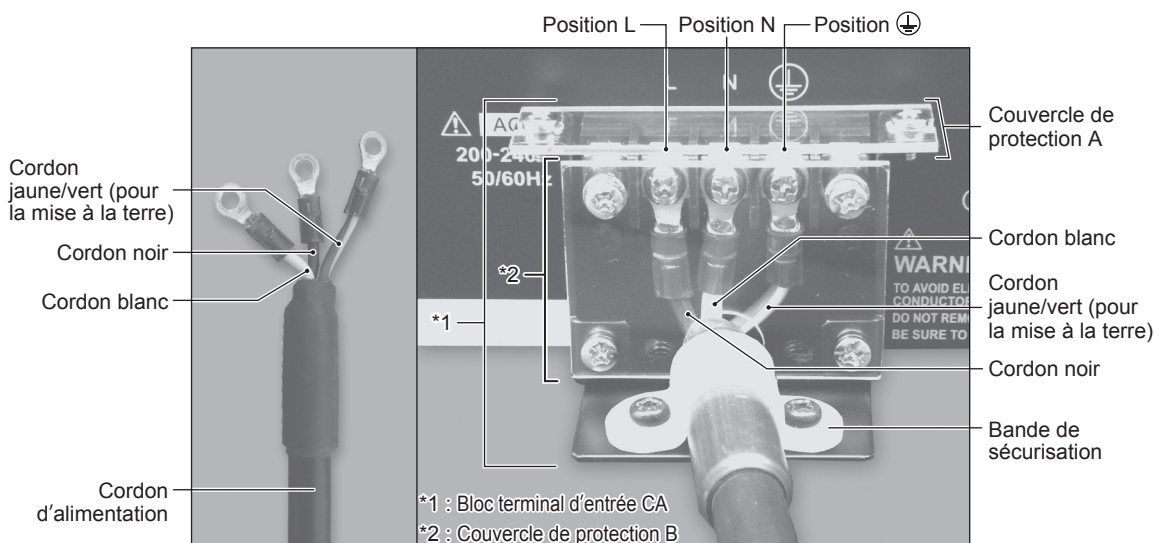

Fig. 15
- (1) Desserrez les vis de montage situées sur les couvercles de protection A et B, et sur la bande de sécurisation. Retirez les couvercles de protection A et B, et la bande de sécurisation de l'arrière du BOÎTIER DE CONTRÔLE.
- (2) Les barrettes de connexion rondes du cordon sont fixées sur un côté du cordon d'alimentation. Retirez la vis du terminal du bloc terminal d'entrée CA. Assurez-vous de connecter correctement les barrettes de connexion rondes au bloc terminal d'entrée CA. (Tableau 2, Fig. 15)
- (3) Après avoir connecté la vis du terminal au bloc terminal d'entrée CA, assurez-vous de serrer correctement les vis du terminal.
- (4) Rattachez les couvercles de protection A et B au bloc terminal d'entrée CA en utilisant les vis de montage originales.
- (5) Sécurisez le cordon d'alimentation en utilisant la bande de sécurisation et la vis de montage.